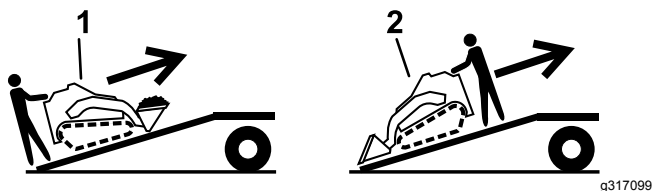

Рисунок 19
5. Погрузку машины на прицеп следует производить более тяжелой частью вверх по наклонному въезду, при этом грузы должны быть опущенными (Рисунок 19).